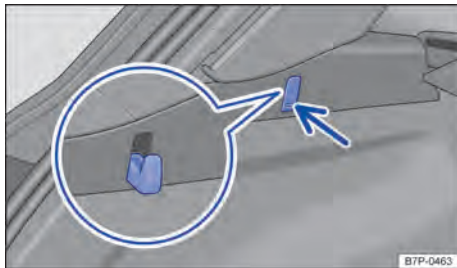

Fig. 134 No compartimento de bagagem à esquerda: ganchos para sacolas.
À esquerda do compartimento de bagagem pode haver um gancho para sacolas rebatível ⇒ Fig. 134 no qual sacolas de compras leves podem ser fixadas.
- Pressionar a parte inferior dos ganchos para sacolas ⇒ Fig. 134 (seta) e rebater para fora.